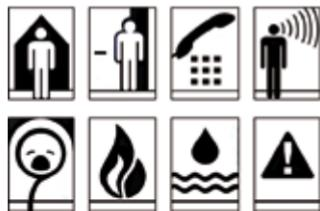

Rysunek 2: Elementy sterujące po lewej stronie
Tryb sygnału (na rys. 2 „0 1 2”) można wybrać za pomocą przełącznika suwakowego. Należy pamiętać, że symbole są zawsze wyświetlane za pomocą kolorowych diod świecących.
- a) Nacisnąć przycisk funkcyjny »●« (rys. 2) i przytrzymać go przez pewien czas. Ikony zaczyną zapalać się po kolei. Gdy tylko zaświeci się żądana ikona, należy zwolnić przycisk.
- c) Teraz należy nacisnąć przycisk ustawiania melodi »♪« (rys. 2) i przytrzymać go przez dwie sekundy. Następnie zwolnić przycisk i nacisnąć go aż do znalezienia żądanej melodi (można dokonać wyboru spośród 16 melodii).
- a) Nacisnąć przycisk funkcyjny »●« (rys. 2) i przytrzymać go przez pewien czas. Ikony zaczyną zapalać się po kolejno. Gdy tylko zaświeci się żądana ikona zdarzenia, zwolnić przycisk.
- b) Teraz jednocześnie nacisnąć przycisk funkcyjny »●« i przycisk ustawiania melodi »♪« (rys. 2) i przytrzymać je, aż wszystkie ikony delikatnie zaświecą.
Naciśnięcie przycisku »●« (rys. 2) umożliwia wyświetlenie ostatniego zarejestrowanego powiadomienia. Można również „usunąć” powiadomienie, które zostało właśnie aktywowane, naciskając ten przycisk.